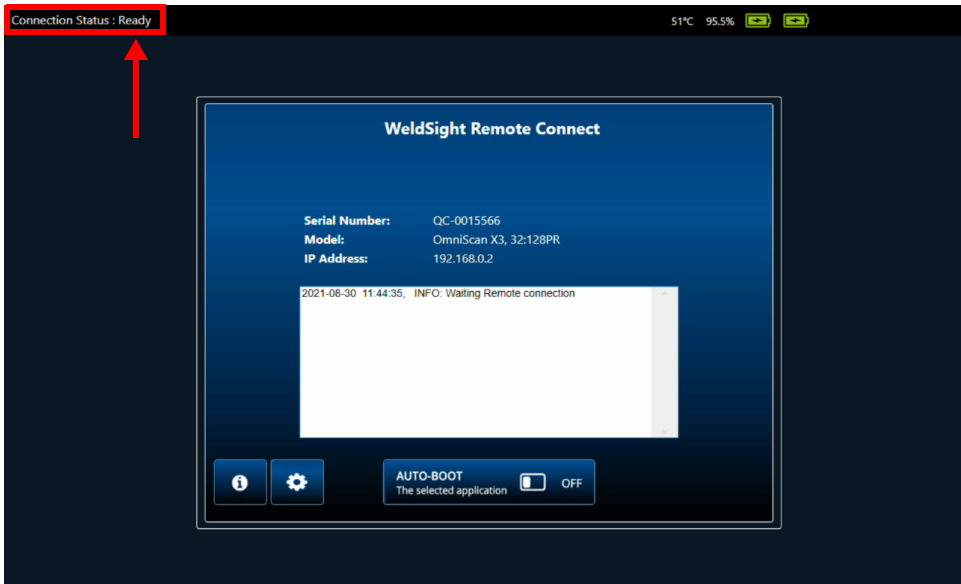

Figura 7-5 Status da conexão — Pronto
5. O status no WeldSight Remote Connect deve mudar de **Not Ready** (não pronto) para **Ready** (pronto) quando o OmniScan X3 detectar uma conexão válida com o PC (Figura 7-5 na página 78).